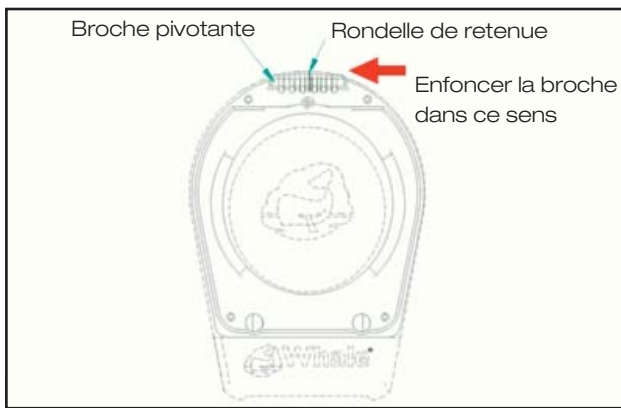

Fig. 9
1. Expulser la broche de charnière dans le sens indiqué en utilisant une force nécessaire, (en suite faire glisser la poignée pour la retirer). Bien faire attention de conserver la rondelle de retenue dans un endroit sûr (voir fig. 9).
6. Pour installer la nouvelle membrane, s'assurer qu'elle soit placée au bon endroit (voir fig.9). Une petite quantité de lubrifiant (huile végétale) appliqué sur le bord de la membrane pourra faciliter le montage.
8. Remettre la poignée en rebranchant la charnière en poussant la broche à travers la rondelle de retenue (voir fig. 9).